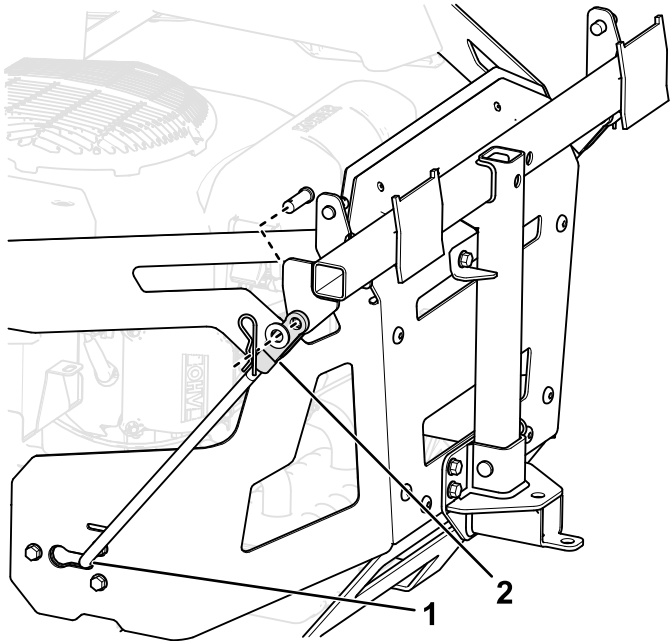

Figure 16
de la machine, et déplacez la tige vers l'arrière pour l'enclencher dans le cadre (Figure 16).
7. Fixez les extrémités des tiges sur le cadre du système de ramassage, comme montré à la Figure 16, et fixez-les en place avec un axe de chape et une goupille fendue.